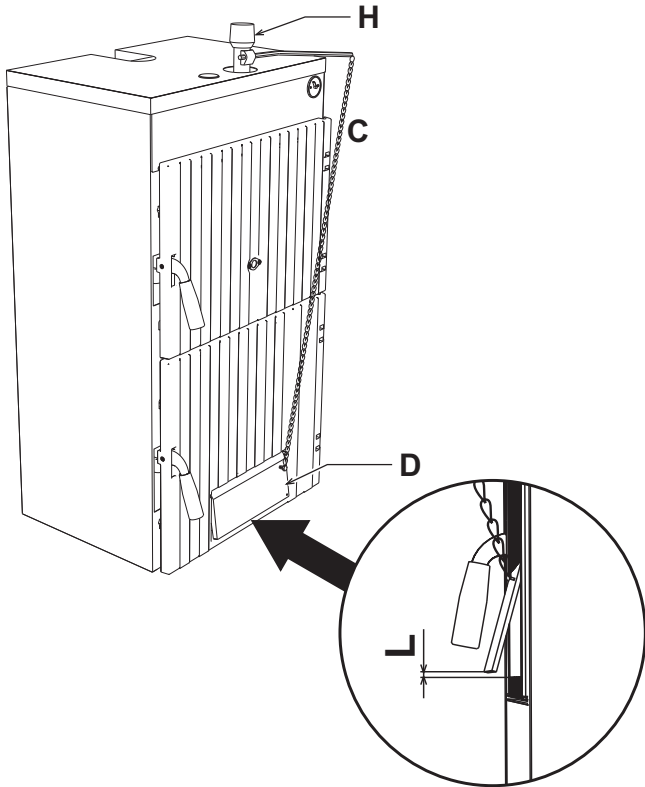

fig. 2 - Installazione
2. Montare il regolatore termostatico "H" fig. 2.
4. Regolare la vite di registro del portello di presa aria in modo che con portello in appoggio rimanga in ogni caso un passaggio aria di circa 1 - 2 mm massimo. Con caldaia fredda, posizionare il termostato di regolazione a 60°. Agganciare la catenella "C" all'apposito occhio "D" del portello di presa aria, regolandone la lunghezza in modo che il passaggio d'aria "L" (fig. 2) sia circa 15 mm per "coke III" e 2 mm per "legno".